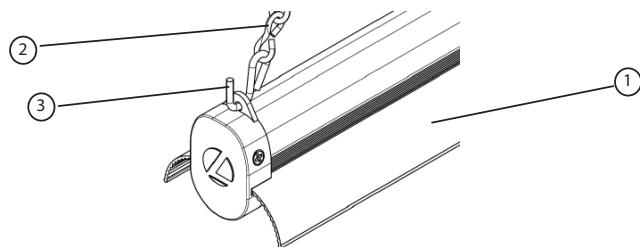

Figure 2
2. Install two hooks (not supplied) in ceiling. Attach "S" hook (3) to chain (2), and through hole on top of each end of fixture (1) (See Fig.2). Crimp both ends of hook (3). Note: Maximum distance to electrical outlet is determined by the length of power cord on fixture.
2. Instalar dos ganchos (no incluidos) en el techo. Anexar el gancho 'S'(3) a la cadena (2), y a través del agujero en la parte superior de cada extremo del luminario (1) (Vea Fig.2). Cierre los dos extremos del gancho (3). Nota: La distancia máxima a una salida eléctrica es determinada por la longitud del cordón proporcionado.